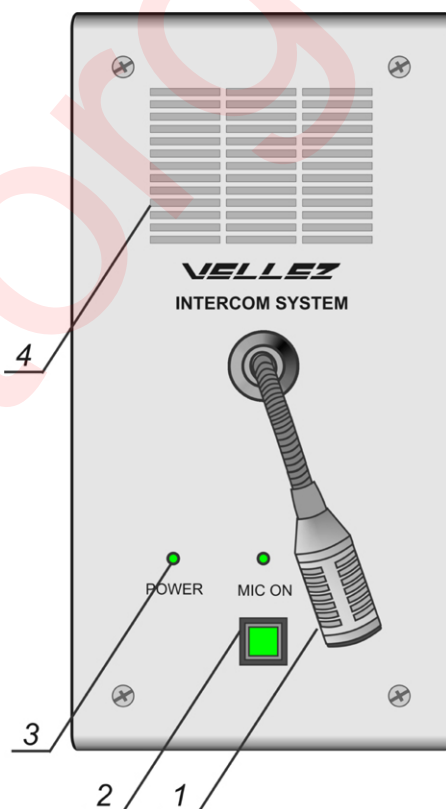

Рисунок 6
3.1 Размещение органов управления на верхней панели пульта кассира приведено на рис. 6